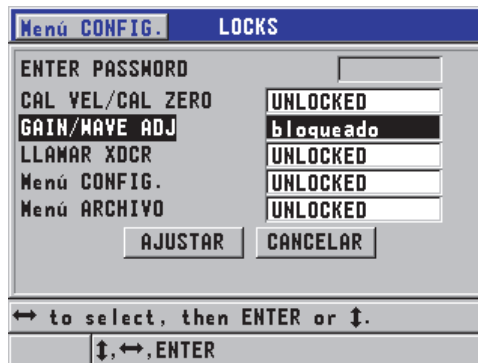

Figura 7-10 Pantalla LOCKS (bloqueo)
2. En la pantalla **LOCKS** (véase la Figura 7-10 en la página 156):